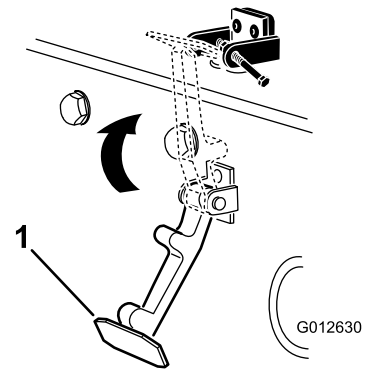

図 9
6. フード・ラッチブラケットにラッチを入れる (図 9)。